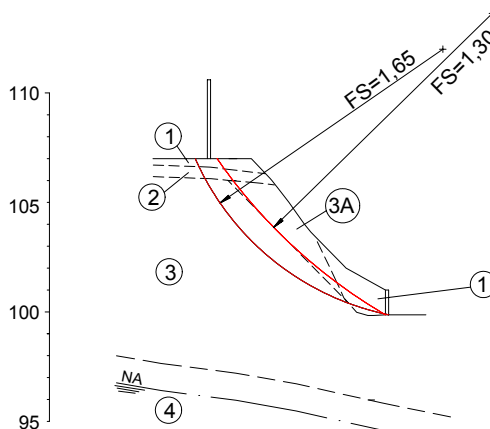

Figura 1
Com objetivo de definir as camadas representativas dos subsolos e subsidiar a estimativa das propriedades de resistência dos solos foram realizadas sondagens a percussão, a partir do qual foram definidos perfis geológico geotécnicos do talude, conforme pode ser observado na figura 1.
A seguir foram efetuados estudos de estabilidade do talude em questão, através do método de Bishop, onde são verificados os fatores de segurança(FS) do mesmo, conforme apresentado na figura 1.
- ① Aterro - Argila Porosa, cor marrom
- ② Solo Coluvionar - Argila arenosa, cor marrom
- ③A Solo Residual Superficial- Areia argilosa, cor variegada
- ③ Solo Residual - Areia argilosa, cor variegada
- ④ Solo Residual - Areia pouco argilosa, cor variegada